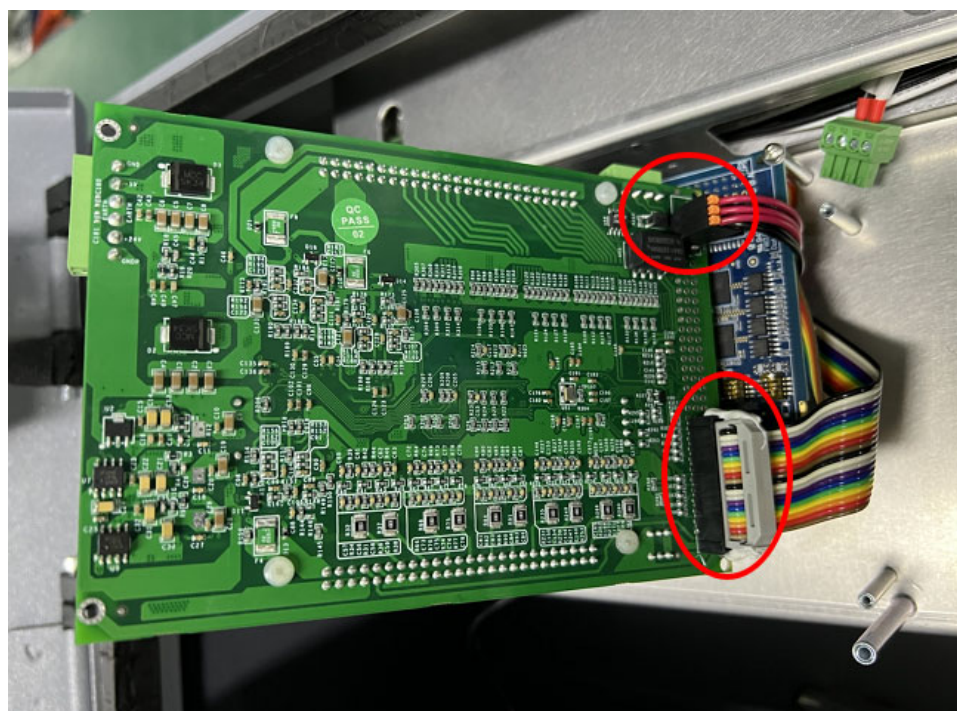

图 3-35：取下 PAD IO 板，断开背部连接器
3. 取下 PAD IO 板并断开背部两处连接器，如图 3-35 所示；